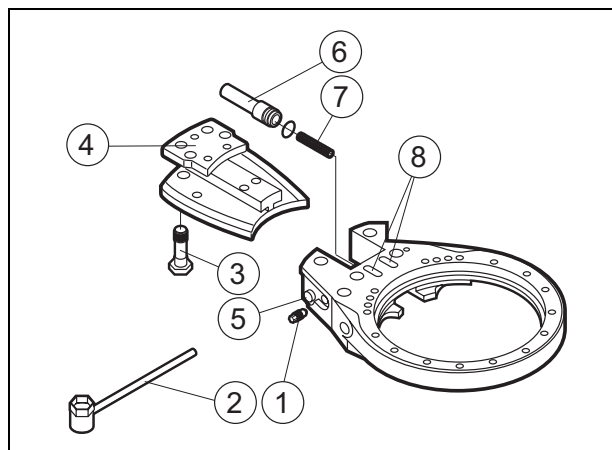

Fig. 15 Remplacement de la chaîne de scie
2. Dépressuriser le tensionneur de chaîne automatique en desserrant la vis de purge (1) d'environ un tour. Appliquer l'outil (2) sur la vis-mère (3) avant et pousser le support (4) vers l'arrière. Voir Fig. 15.
3. Appuyer sur le dispositif de blocage mécanique (5).
4. Serrer la vis de purge (1).